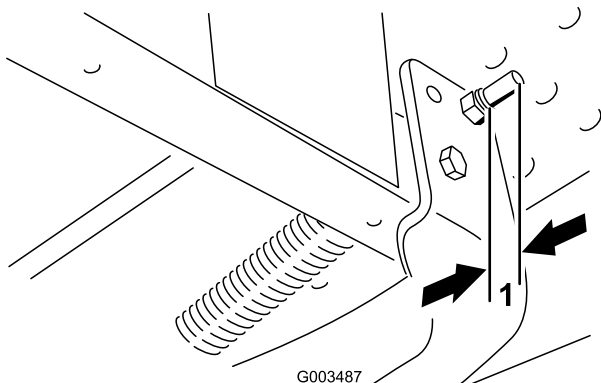

図 19
3. スプリング・ロッドを固定しているロックナットを締めてスプリングにテンションを掛ける；見えているねじ山が 6 mm~13 mm となるように調整する（図 19）。